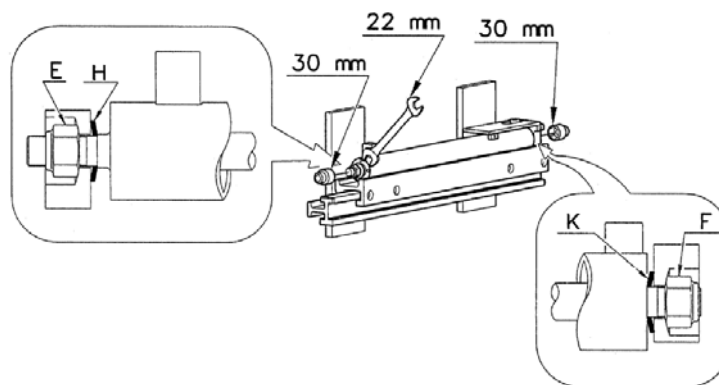

Abb.07
a) Bauen Sie die äußeren Gabelzinken aus, indem Sie zuerst die Schraubenmutter (**Abb.07**, Pos. F) entfernen und danach die Gabelzinken ausfädeln.
b) Schrauben Sie die Verbindungsmutter von der Kolbenstange **E** ab (siehe **Abb.07**) und lösen Sie sehr vorsichtig die Schließung der Zange aus. Die Kolbenstange kehrt zurück, ohne dass sich die Gabelzinken bewegen.
c) Trennen Sie die Anschlüsse der Hydraulikanlage von Zylinder ab und schrauben Sie die Schraubenmutter **F** (siehe **Abb.07**) von der Bodenscheibe des Zylinderschaftes ab. Zum Schluss lösen Sie den Zylinder von seinen Verbindungsstellen.